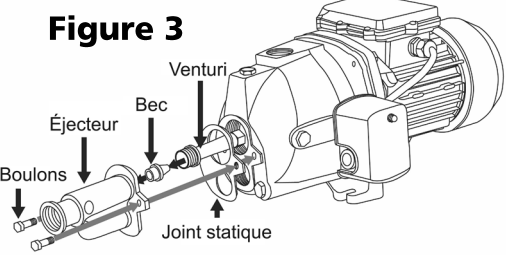

Figure 3
- 1. Install the ejector kit to the pump housing as shown in Figure 3.
- 1. Installer la trousse d'éjecteur sur le carter de la pompe, comme montré dans la Figure 3.